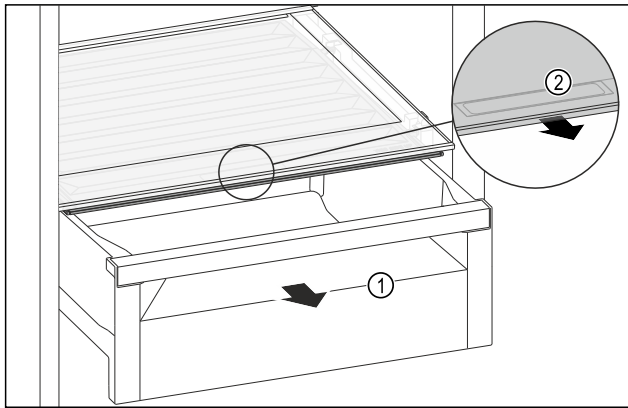

Fig. 66
- ▶ Schubfach Fig. 66 (1) herausziehen.
- ▶ Griffmulde Fig. 66 (2) am Fachdeckel anfassen und Fachdeckel gleichzeitig nach vorne ziehen.